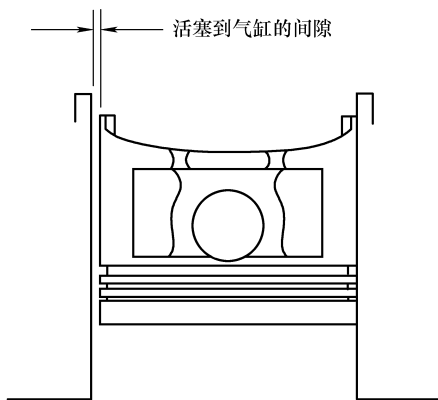

图 7-15 活塞配缸间隙
9) 计算气缸孔直径和活塞直径的差值。如果间隙（图 7-15）接近或超出了维修极限（0.05mm），则检查活塞和发动机气缸体是否过度磨损。